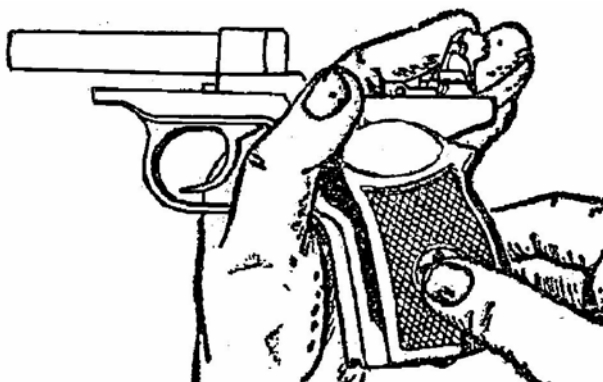

Рис. 8. Отделение рукоятки от основания рукоятки.
2. Отделить рукоятку от основания рукоятки и боевую пружину от рамки. Лезвием протирки вывинтить винт и, сдвигая рукоятку назад, отделить ее от основания рукоятки (рис. 8).